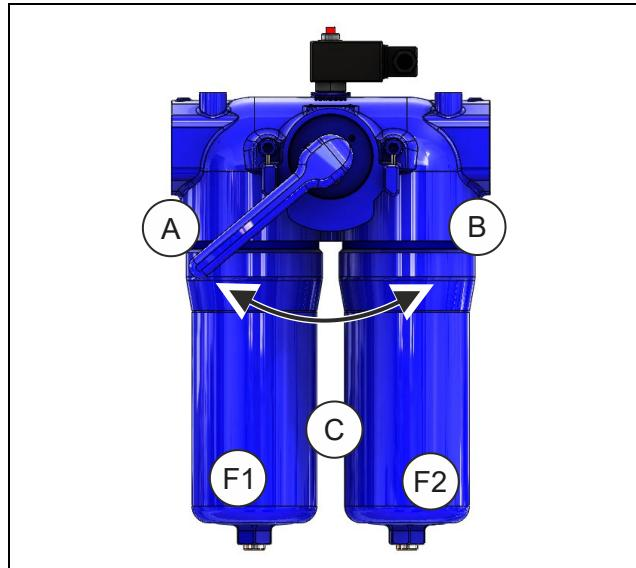

Fig. 5: Position du levier de commutation
- Le pictogramme sur le levier de commutation (5) indique le sens d'écoulement (cf. Fig. 5)
- Comprimer le levier de commutation (5) et le mettre dans la position correspondante :